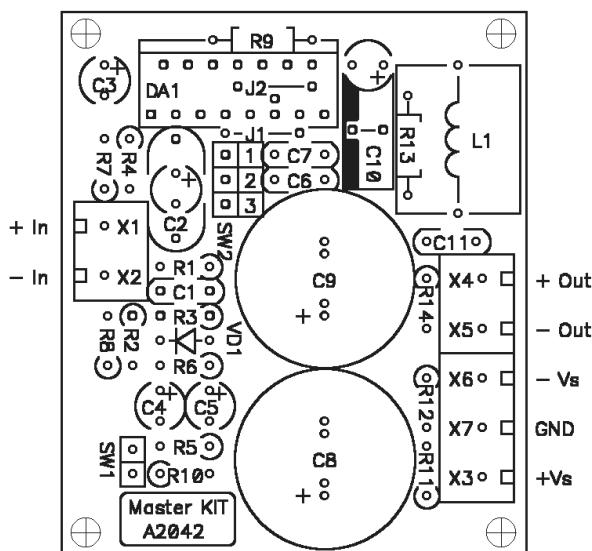

Рис.3 Монтажная схема
4. Установите все детали согласно **рис.3** в следующей последовательности: сначала малогабаритные, а потом все остальные элементы.